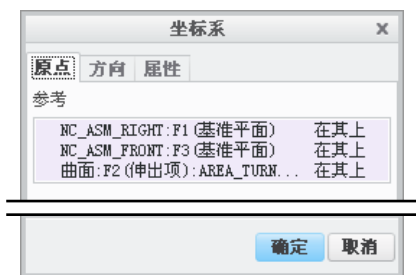
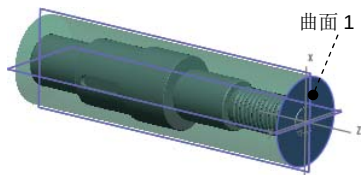

图 5.1.6 “坐标系”对话框
图 5.1.7 创建坐标系
Step6. 机床坐标系的设置。在“操作”操控板单击 **基准** 按钮，在弹出的菜单中选择 **✖** 命令，系统弹出图 5.1.6 所示的“坐标系”对话框。按住 Ctrl 键依次选择 NC_ASM_RIGHT、NC_ASM_FRONT 基准面和图 5.1.7 所示的模型表面作为创建坐标系的三个参考平面，单击 **确定** 按钮完成坐标系的创建，返回到“操作”操控板，单击 **应用** 按钮，此时系统自动选取新创建的坐标系作为加工坐标系。